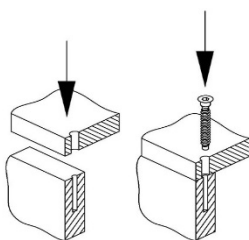
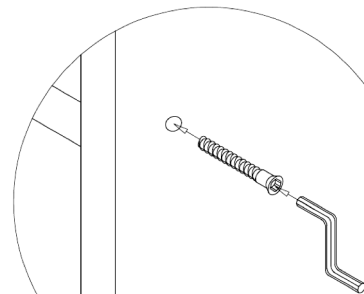

Рис. 5 - Установка винтов-конфирматов
Рис. 6 - Соединение винтом-конфирматом
- В сквозные отверстия $\varnothing 8$ мм пластей крышки (5), нижнего щита (2) вставьте конфирматы и соедините с перегородкой (6), (Рис.5), закрутив их ключом для конфирматов (Рис.6).
3.1 Прикрепите стенки задние (11) при помощи гвоздей 2x20мм (с шагом 100-120 мм) по краям изделия, соедините профилем стенки (11), предварительно проверив диагонали корпуса. Обязательно устраните перекос изделия из-за неровности пола, при помощи регулируемых подпятников.